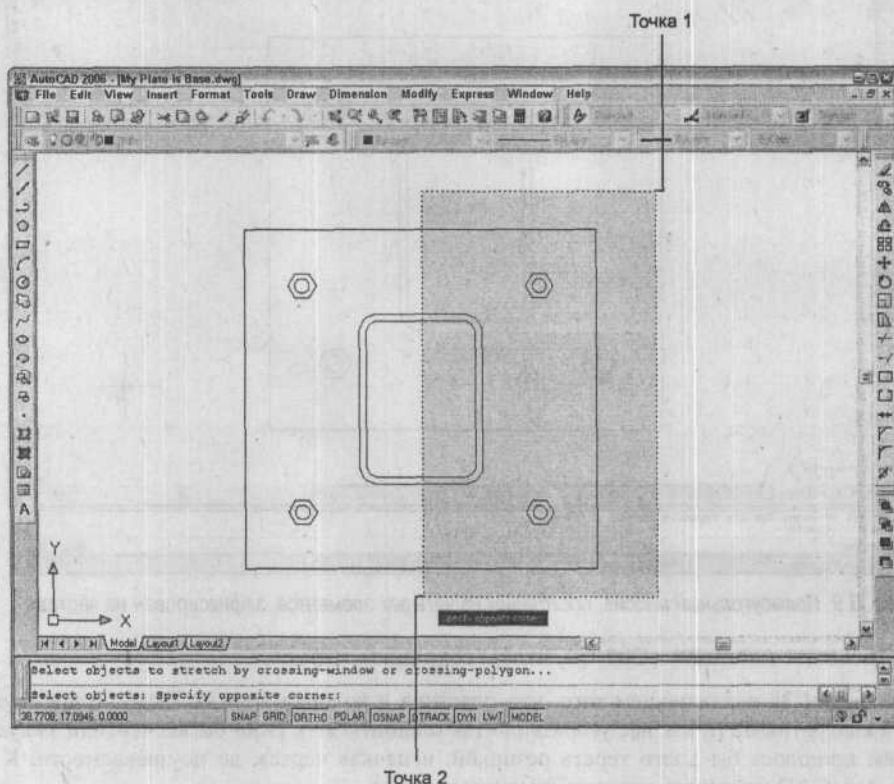

Рис. 3.10. Задание секущей рамки для команды *Stretch*
- Щелкните в точке, расположенной справа сверху от пластины (на рис. 3.10 она обозначена как Точка 1).
- Щелкните под пластиной приблизительно в центре (см. рис. 3.10).